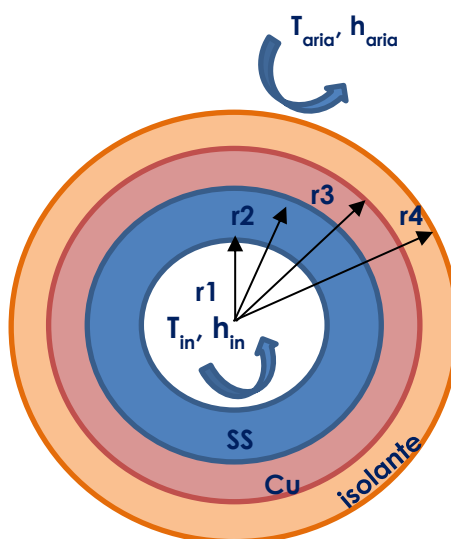

Fig. 5
- 6) Un cavo elettrico per trasmissione di potenza è composto da 3 diversi strati (vedi fig. 5). Esso è internamente raffreddato da un fluido a $T_{in} = 25\text{ °C}$ e $h_{in} = 2\text{ kW/m}^2/\text{K}$, mentre la superficie più esterna è soggetta a convezione con aria a $T_{aria} = 15\text{ °C}$ e $h_{aria} = 5\text{ W/m}^2/\text{K}$. Nel cavo scorre una corrente nominale di $I_{nom}=16\text{ kA}$.